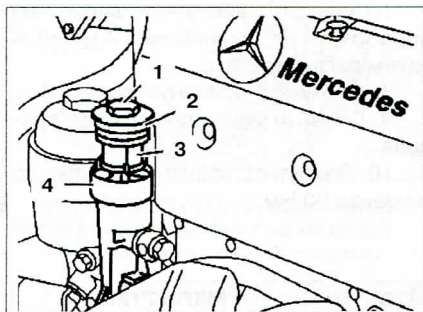

Рис. 1.11. Очистка фильтрующего элемента топливного предфильтра:
3. Открутите крышку **1** и извлеките корпус **4** предфильтра вместе с фильтрующим элементом **3** (рис. 1.11). Замените фильтрующий элемент, если он поврежден или сильно засорен.